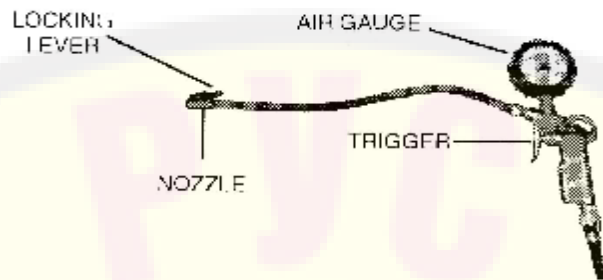

Рис.4
5) Нажмите на спусковой крючок на пистолете накачки для выпуска воздуха из наконечника (рис.4).
2) Чтобы накачать шину, вставьте наконечник пистолета для накачки (см. рис.4) в сосок шины при положении запирающего рычажка «UP» («вверху»). Убедитесь, что сопло плотно обхватывает сосок.